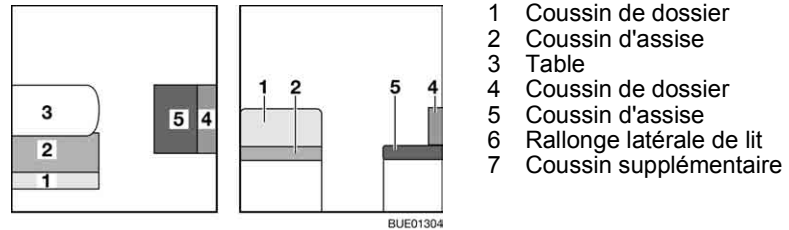

Fig. 126 Avant la transformation
- Convertir la table (Fig. 126,3) en sommier de lit (voir paragraphe 6.11).
- Retirer le coussin de dossier (Fig. 126,1) et les poser sur la table.